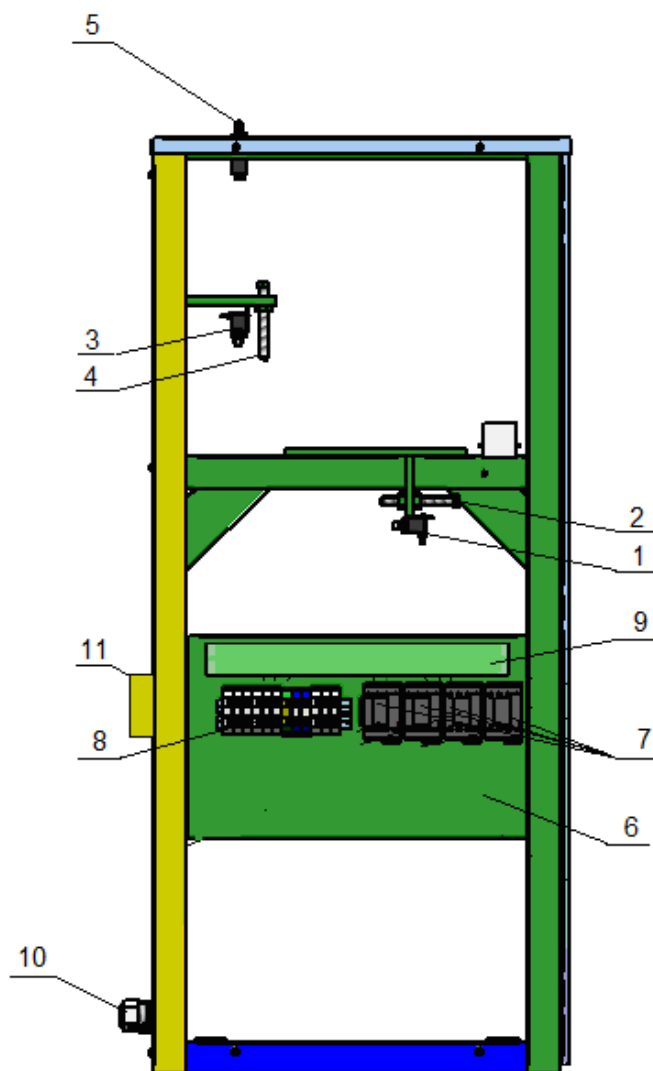

Рис. 5
Левая опорная стойка (рис. 5) состоит из каркаса с облицовкой. На каркасе установлены следующие элементы:
- микропереключатель вертикального положения наклона (рис. 5 поз. 1), при установке варочного котла в вертикальное положение, выдает команду управления на обмотку управления реле сигнализации (вертикальное положение). Ограничительный болт (рис. 5 поз. 2) предназначен для защиты микропереключателя от механических повреждений в случае аварийного режима работы;
- микропереключатель максимального наклона (рис. 5 поз. 3), при установке варочного котла в положение максимального наклона, выдает команду управления на реле сигнализации (максимальный наклон). Максимальный наклон варочного котла 100°. Болт (рис. 5 поз. 4) предназначен для защиты микропереключателя от механического повреждения в случае аварийного режима работы;
- микропереключатель положения крышки (рис. 5 поз. 5). Микропереключатель крышки предназначен для блокировки (выключения) миксера при подъеме крышки выше 50мм.. Микропереключатель при подъеме крышки котла выдает команду управления на обмотку реле сигнализации;
- щит монтажный (рис. 5 поз. 6), на нем установлены коммутационная аппаратура (рис. 5 поз. 7), клеммный блок (рис. 5 поз.8), короб кабельный (рис. 5 поз. 9) для прокладки проводов;
- кабельный ввод (рис. 5 поз. 5) для прокладки вводного кабеля.